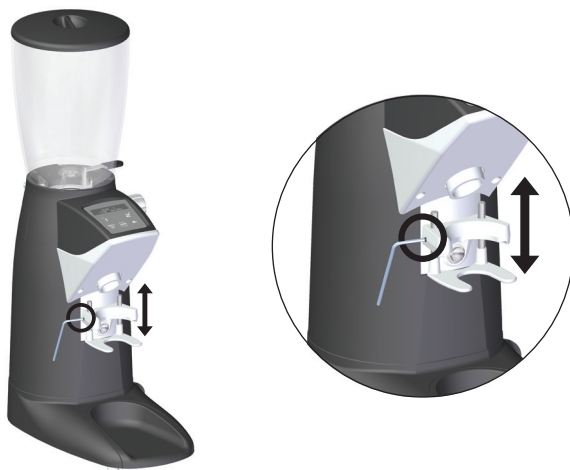

Fig. 1
1. Aflojar los espárragos (10) de fijación de la horquilla (9), con la ayuda de una llave Allen suministrada en dotación.
3. Apretar los espárragos (10) de fijación de la horquilla (9), con la ayuda de una llave Allen suministrada en dotación (Fig. 1).
Antes de montar la tolva de café, aflojar el tornillo de seguridad de la tolva (5). Introducir la tolva (2) en la parte superior del molino, de manera que la trampilla de obturación de la tolva (4) quede a la derecha del molino en posición de **cerrado** (Fig. 1). Una vez introducida la tolva en el molino, girarla en sentido anti horario hasta hacer tope, para fijarla al molino. Si se desea podemos volver a apretar el tornillo de seguridad de la tolva (5) para bloquearla y que no se pueda volver a extraer manualmente.